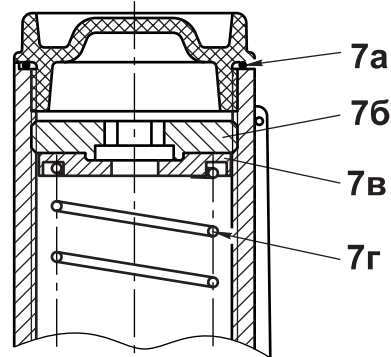

Рис. 7
4.4 Замена пружины должна производиться в следующей последовательности (рис. 7):